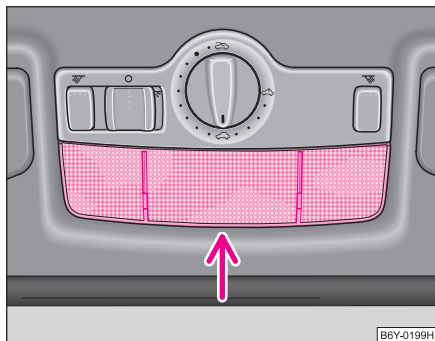

Abb. 172 Innenleuchte ausbauen
- Ziehen Sie die Streuscheibe (siehe Pfeil) nach unten vom Gehäuse ab ⇒ Abb. 172.